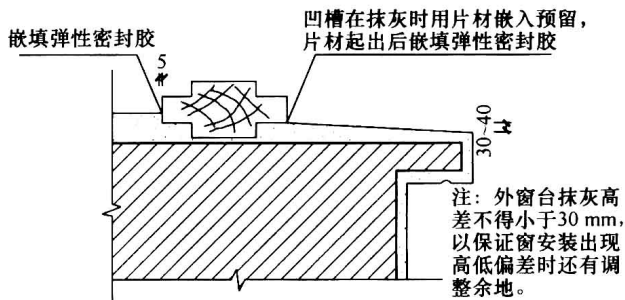
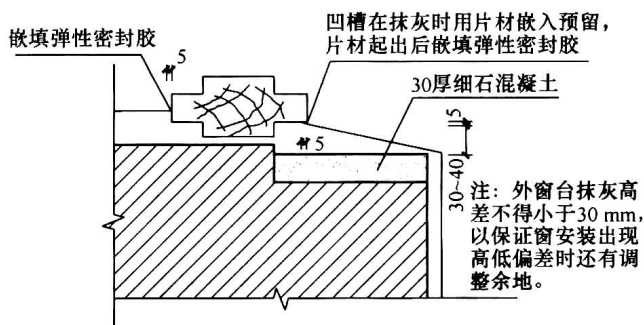
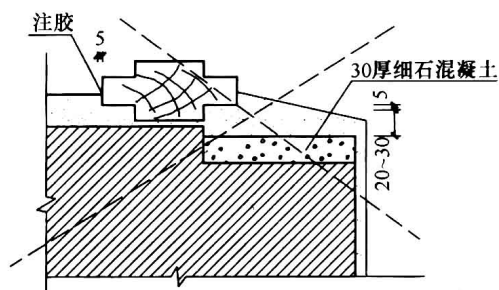

图 1-5 外窗台（阳台）剖面图一
图 1-6 外窗台（阳台）剖面图二
图 1-7 外窗台错误做法剖面图
(1) 外装饰时，阳台要至上至下吊垂线和每层找平线，保证各层阳台饰面、阳角横平竖直。阳台上外挑排水管，从下至上逐层增加 2 cm，并设置在一条垂直线上（仅适用于多层住宅）。
(2) 外窗台：正确做法如图 1-5 和图 1-6 所示，错误做法如图 1-7 所示。